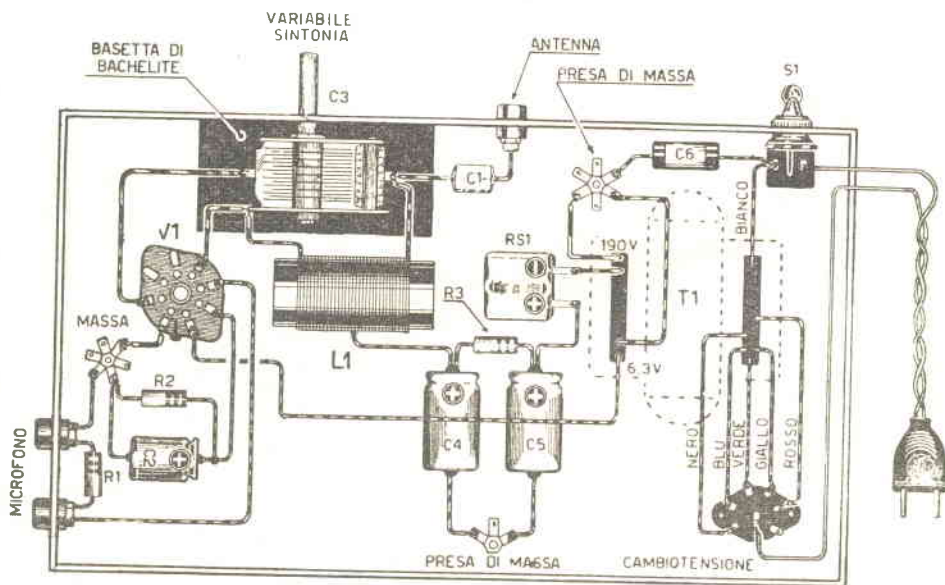

Fig. 2 - Schema pratico.
**Fig. 2** - Nella costruzione dei manichi per martelli, necessita tener conto delle dimensioni della parte battente e regolarsi di conseguenza. Al fine di rendere solidale il martello al manico utilizzeremo un cuneo in ferro, lateralmente al quale solleveremo scaglie che impediranno lo sfilamento della parte battente.